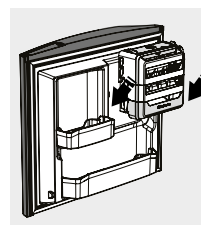

Figura 46
- Después del procedimiento coloque nuevamente el tanque de agua en el fabricante de hielo (Figura 46)